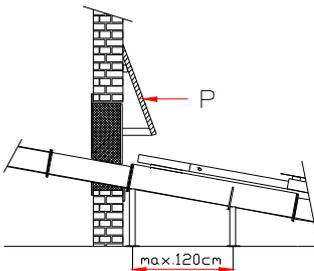

Abb.7
11. Die Austragschnecke im Lagerraum mit den mitgelieferten Stützen in der Austragschneckenmitte und vor dem Mauerdurchbruch abstützen - maximaler Abstand zwischen den Stützen 120 cm. Die Stützen müssen an den Flanschen, bzw. am Stützwinkel der Schnecke anliegen. Dämpfende Unterlagen zur Vermeidung von Schallübertragung unterlegen. Die Stützen in der Höhe so einstellen, dass die Schnecke gut aufliegt. Die Stützen am Boden festschrauben. Siehe Abb.7.
14. Die Abschtottung (P), der Revisionsöffnung, siehe Abb.7, ist bauseits herzustellen und verhindert unkontrolliertes Ausfließen von Brennstoff in den Heizraum. 40 cm über der Austragschnecke, 40 cm von der Lagerraumwand entfernt und 80 cm breit, ist eine 3 cm starke Brettschräge im Winkel von ca. 20° zu montieren. Die Konstruktion muss ausreichend befestigt und an der Unterseite ausreichend abgestützt werden.
17. Die Montage der Wandverkleidung mit Revisionsöffnung wie folgend beschrieben durchführen. Die im Lageraum montierte Abschottung (P), siehe Abb.7, verhindert beim Öffnen der Revisionsöffnung ein unkontrolliertes Ausfließen des gelagerten Brennstoffes.